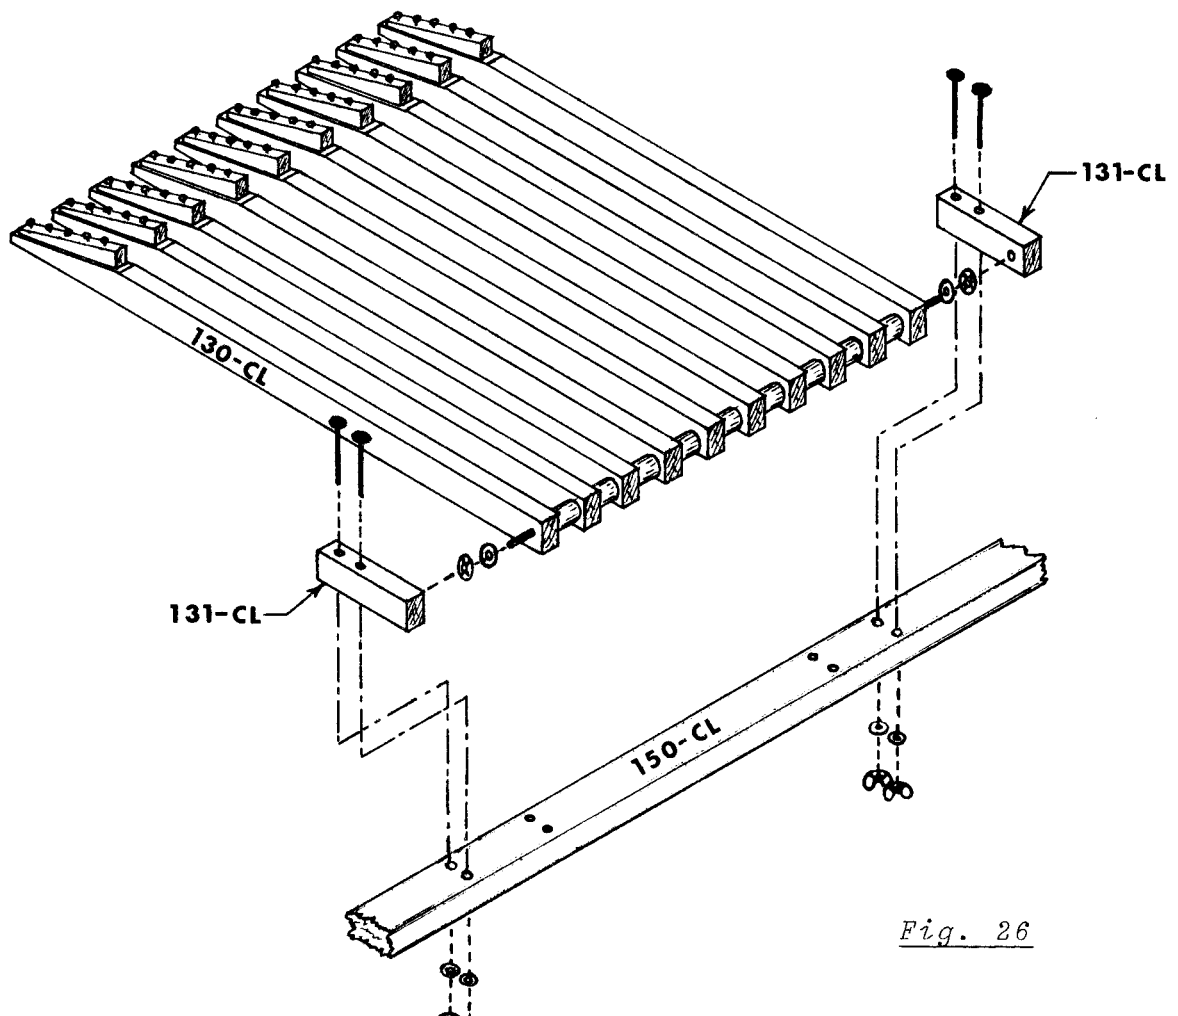

Fig. 26
(IV) Pour assembler les 4 pédales, vous devez enlever les deux supports de pédalier 131-CL, puis, enlever les rondelles à cran d'arrêt à une extrémité. (Pour enlever la rondelle à cran d'arrêt, martelez la tige du pédalier pour la faire sortir, puis, enlevez les pédales et les divisions de pédalier.) Une division de pédalier doit être placée entre chaque pédale. Mettez le reste des espaceurs de bascules pour séparer les 4 pédales de l'ensemble. Mettez une rondelle et une rondelle à cran d'arrêt à chaque extrémité de la tige et remplacez les supports de pédalier. Placer le pédalier sur la traverse 150-CL et fixer à l'aide de rondelles et écrous. (Fig. 26)
(IV) To assemble the 4 treadles, you must first take off the two wooden attachments 131-CL, then, take off the lock washer at one end and the rod at the other end. (To remove the lock washer, hammer the treadle rod until it comes out, then, take off treadles and treadle spacers.) Insert the new rod in treadles and treadle spacers. A treadle spacer should be placed between each treadle. Use the remaining jack spacers to separate the 4 treadles of the kit. Put a washer and a lock washer at each end of the rod and replace the wooden attachment. In order to secure the treadle set on the main cross piece 150-CL, use washers and fasten it with wing nuts under the main cross piece. (Fig. 26)